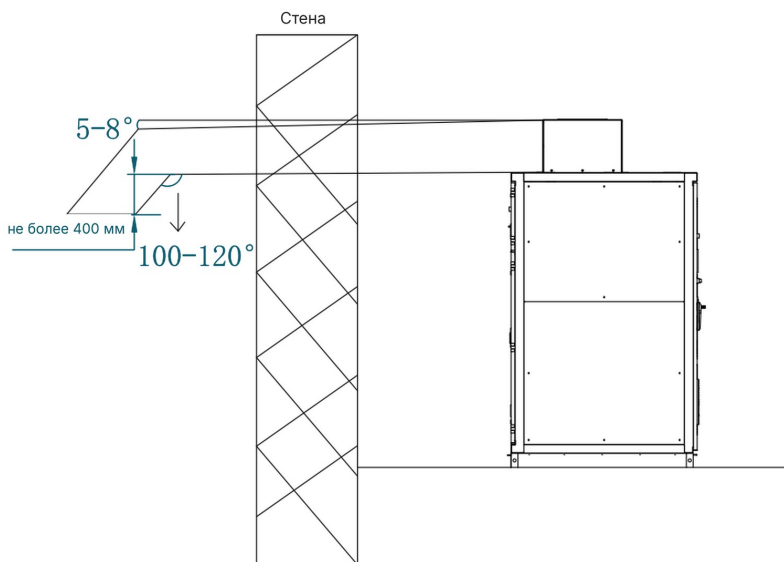

Рис. 31. Воздуховод в одной плоскости с вентилятором
- Воздуховод должен находиться в одной плоскости с кожухом вентилятора (рис. 31).